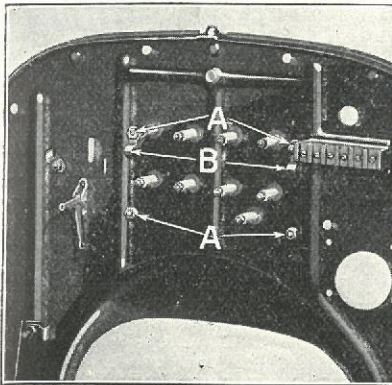

Fig. 81
- (b) Indsæt de 4 Bolte »A« (Fig. 81) gennem Induktionsrullehus og Forbrædt.